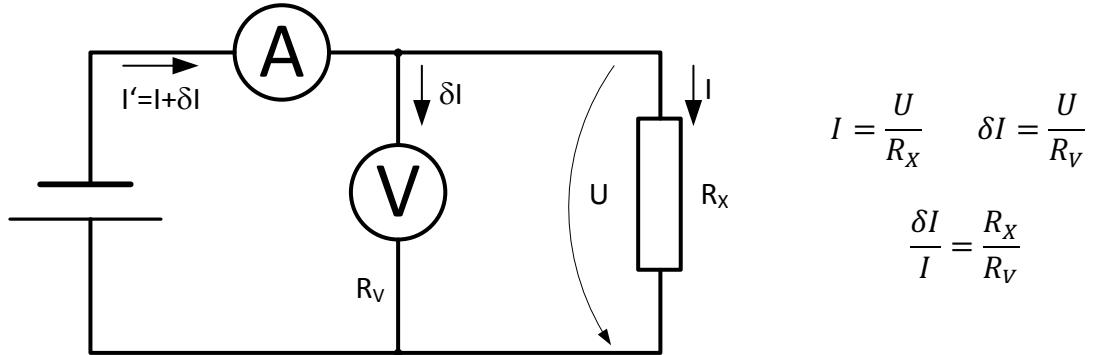
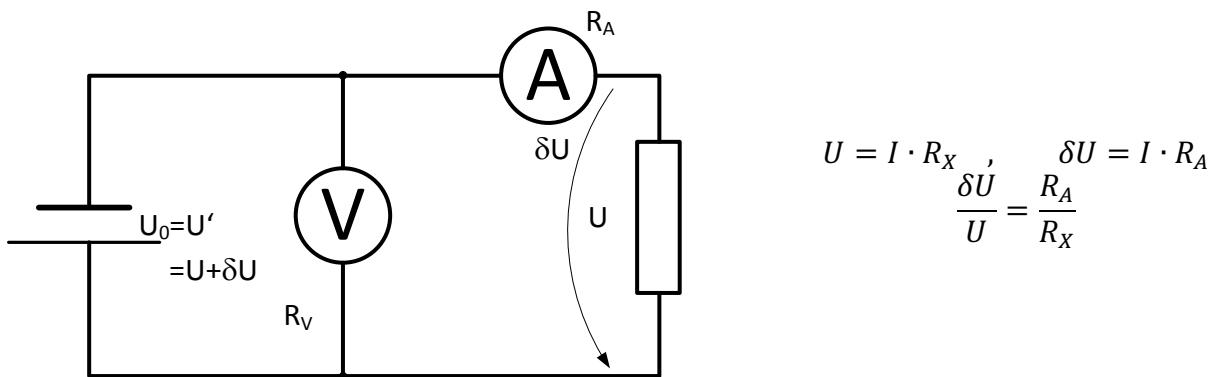

Abb. 1 : Spannungsrichtige Messung
Abb. 2: Stromrichtige Messung
Für die gleichzeitige Messung von  $U$  und  $I$  gibt es die beiden Schaltungsvarianten nach Abb. 1 (spannungsrichtige Messung) und nach Abb. 2 (stromrichtige Messung). In Schaltung 1 ist der am Amperemeter abgelesene Strom  $I'$  um den über das Voltmeter fließenden Teilstrom  $\delta I$  größer als  $I$ . Damit gilt
Entsprechend ist in der Schaltungsvariante in Abb. 2 die gemessene Spannung  $U'$  um den Spannungsabfall  $\delta U$  über dem Amperemeter größer als  $U$ .
- Bestimmen Sie für drei unbekannte Widerstände  $U'$  und  $I$  in der stromrichtigen Schaltung nach Abb. 2. Notieren Sie die zufälligen und systematischen Fehler für Ihre Strom- und Spannungsmessungen. Bestimmen Sie aus den Messwerten die Widerstände  $R'_X = \frac{U'}{I}$ . Korrigieren Sie diese Werte mit Hilfe der bekannten Innenwiderstände des Amperemeters  $R_A$  und berechnen Sie damit  $R_X$  nach Gl. (4). Führen Sie eine Größtfehlerberechnung für Ihre Messungen durch ( $\Delta R_A = \Delta R_V = 0$  ist dafür anzunehmen).